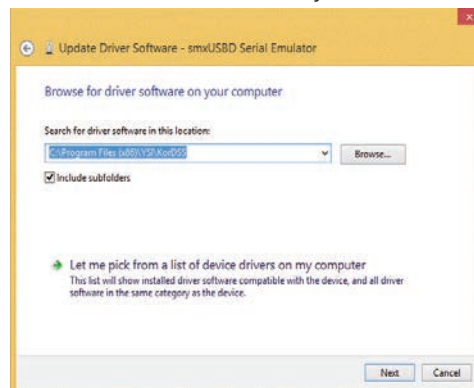

Abbildung 83 Treiberlokalisierung Windows 8/8.1
11. Klicken Sie auf **Browse (Suchen)** und navigieren Sie auf den Dateispeicherort: **C:\Program Files (x86)\YSI\KorDSS** für 64-BIT-Systeme oder **C:\Program Files\YSI\KorDSS** für 32-BIT-Systeme (Abbildung 83). Klicken Sie auf **Next (Weiter)**.